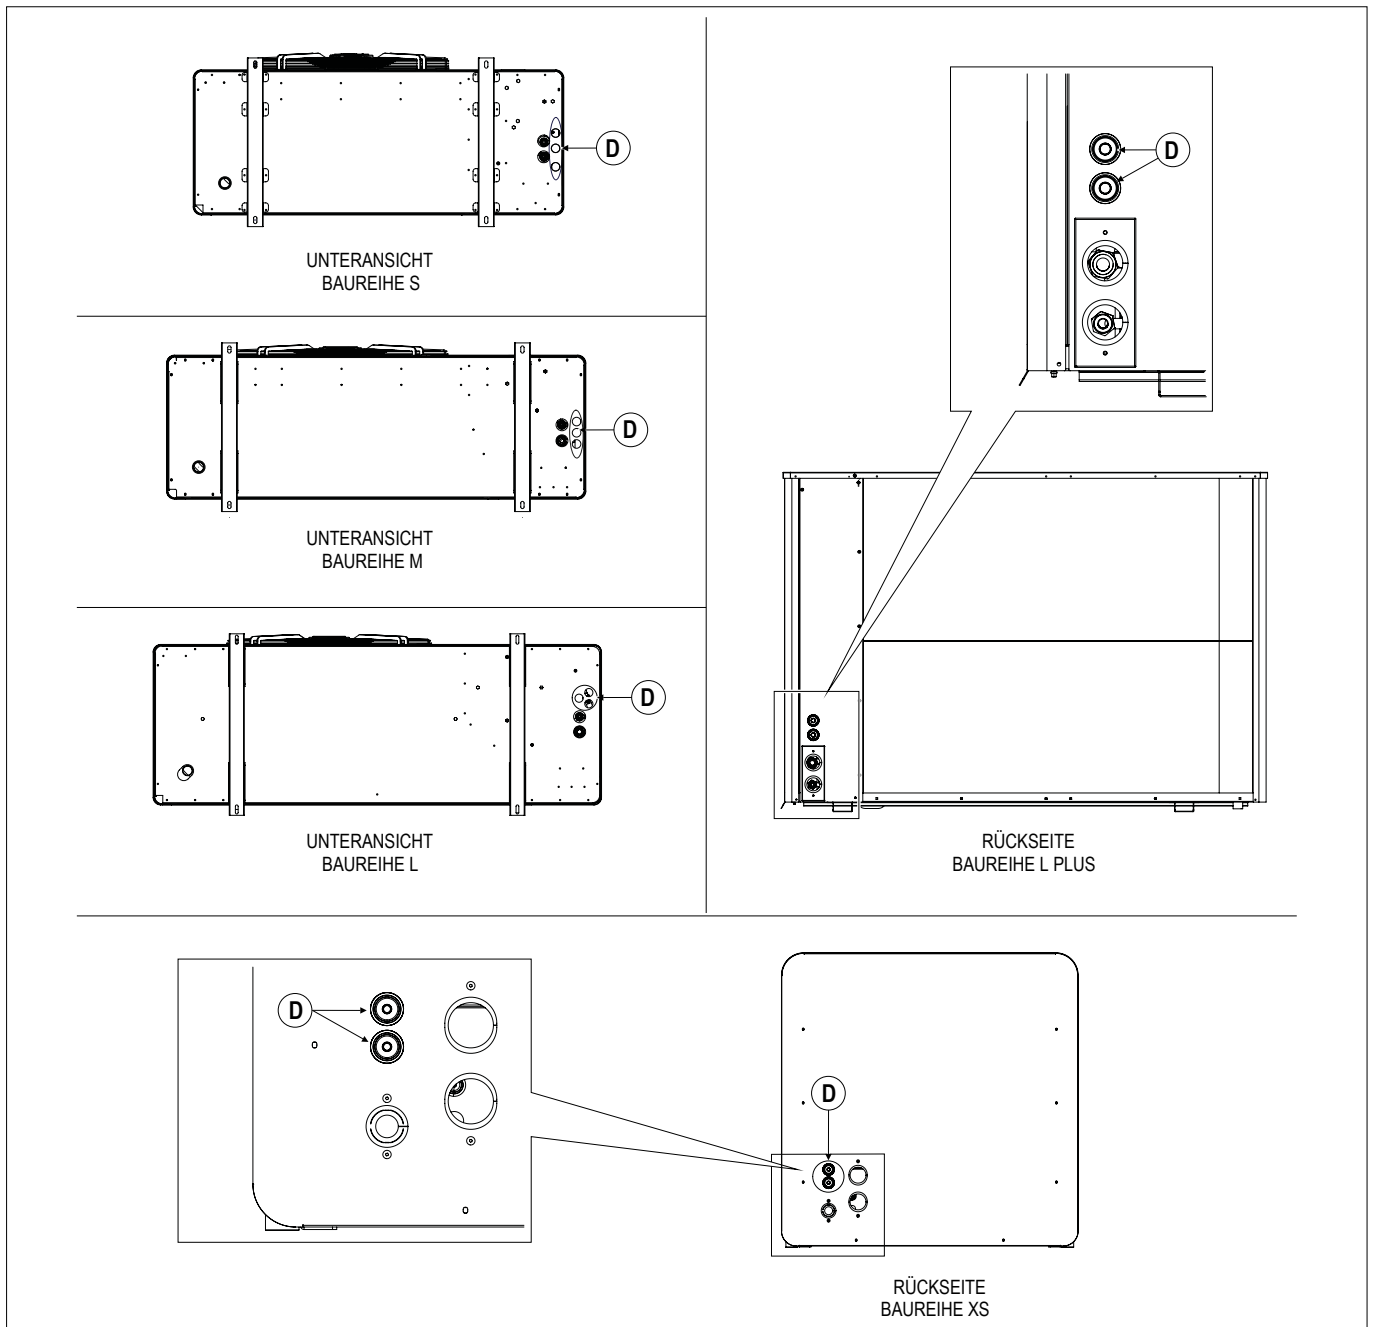

ABB. 46 (Anschluss an die Stromversorgungsquelle)
- 1) Führen Sie das Stromversorgungskabel je nach Maschinenserie unten oder hinten in die Öffnungen mit Kabelverschraubungen ein (**ABB. 46 - Bez. D**).